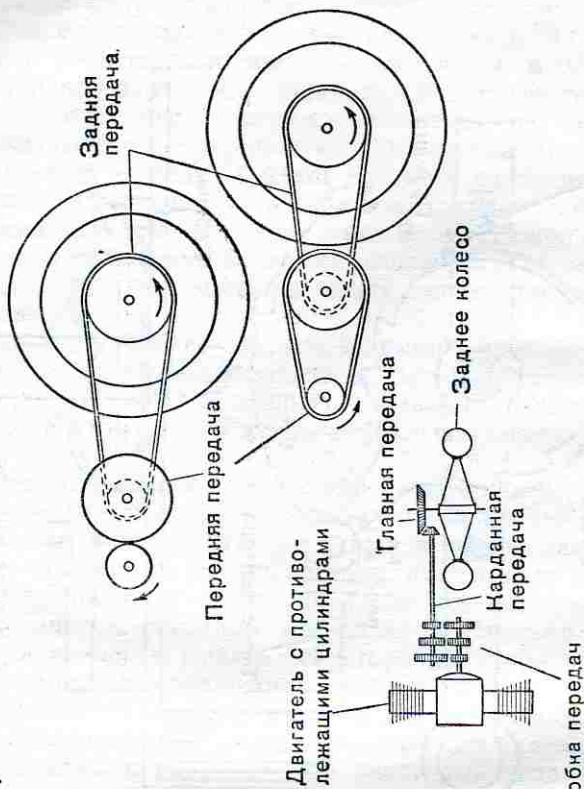

Рис. 85. Схемы приводов ведущего колеса мотоцикла и их элементы
**Привод ведущего колеса.** Для передачи крутящего момента к ведущему колесу в настоящее время используют *цепную передачу* или *конические шестерни* (рис. 85).